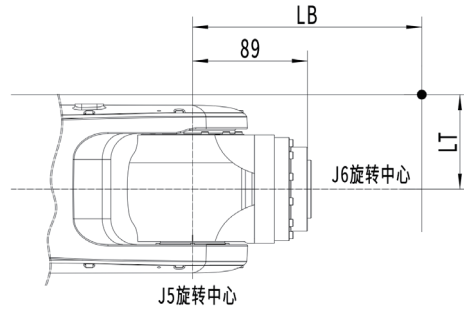

图 6.1 极限安装尺寸
- 2、当负载的体积比较小时，极限安装尺寸（LB、LT）如图 6.1 “极限安装尺寸”所示。